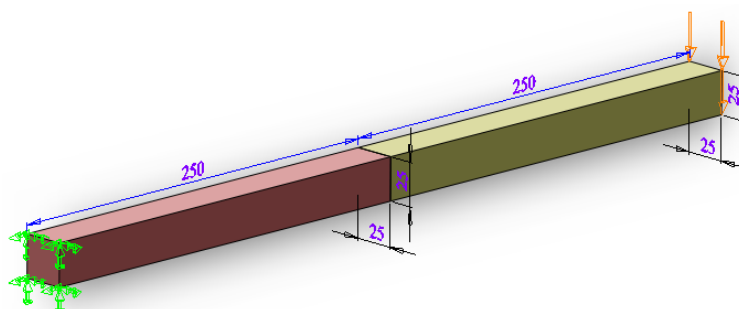

Рисунок 3.2 – Модель балки
Этап 1. Создание сборки (рис. 3.2):
- задаем нагрузку – прикладываем силу равную 1000 Н на выбранную поверхность, как показано на рис. 3.2.